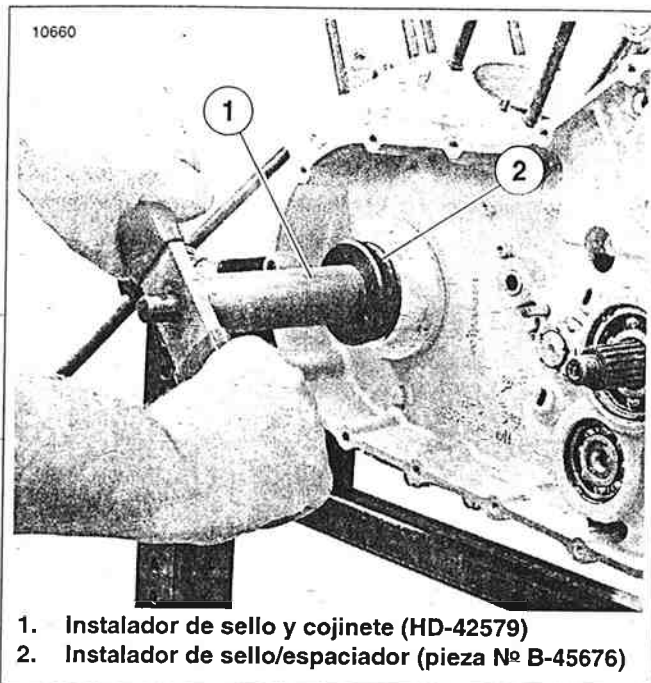

Figura 3-115. Instalación del sello/espaciador del cojinete
7. Vea la Figura 3-115. Instale el sello del cojinete y el espaciador.
- a. Centre el impulsor de sello/espaciador (2) sobre el sello, de manera que la manga (diámetro exterior pequeño) se sienta entre la pared del sello y el resorte helicoidal toroidal.
- b. Monte la herramienta de instalación del sello y cojinete del eje de la rueda dentada (1) (HD-42579) y el INSTALADOR DE SELLO Y ESPACIADOR DEL EJE DE LA RUEDA DENTADA (HD-B45676) en el eje de la rueda dentada.